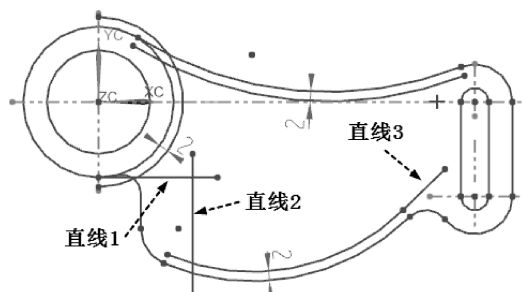

图 2-85 绘制 3 条直线
- 单击【直线】按钮, 绘制 3 条直线，如图 2-85 所示。